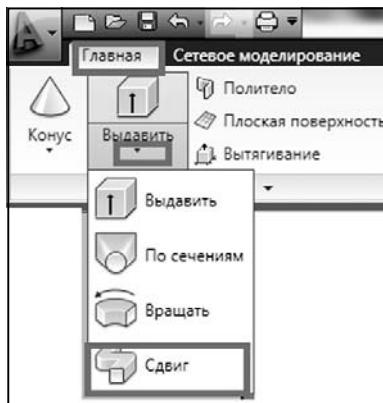

Рис. 7.8. Расположение команды «Сдвиг» на «Ленте»
- ◆ «Лента»: «Главная» → «Моделирование» → раскрывающаяся кнопка «Выдавить» → «Сдвиг» (рис. 7.8);